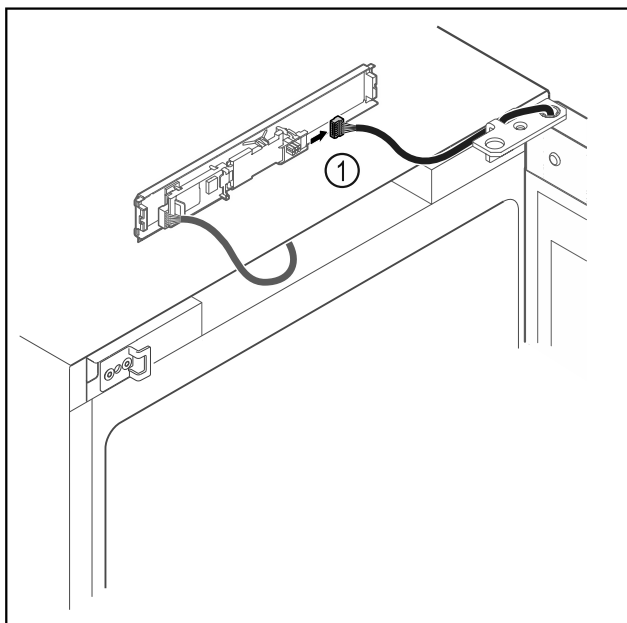

Fig. 6
- Scollegare il connettore Fig. 6 (1) dalla scheda.